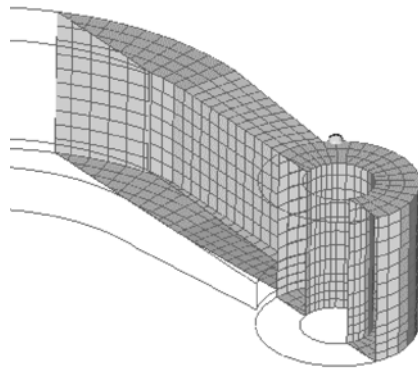

图 5-42 模型切面显示
(3) 选择所有组件或选择 comps>all。
(4) 单击 select 按钮，完成组件选择并返回 faces 面板。
(5) 单击 find faces 按钮。
- (6) 在模型浏览窗口关闭所有组件几何显示。
- (7) 关闭除 faces 组件外所有组件网格单元的显示。
- (8) 单击 return 按钮退出当前面板。
- (9) 在 Post 页面进入 hidden line (或直接按〈F1〉键)。
- (10) 进入 cutting 子面板。
- (11) 激活 xz plane 和 trim plane 选项。
- (12) 单击 fill plot, 此时图形区的面以切面形式显示, 因此可以看到模型内部网格情况。
- (13) 在切面位置处单击, 按住鼠标左键不放并移动鼠标, 此时切面将通过模型。通过这一功能可以看到模型内部任何一个单元。如图 5-42 所示, 在 boss 和 arm 之间, 将看到有些单元并没有真正连接, 因此需要进一步处理。